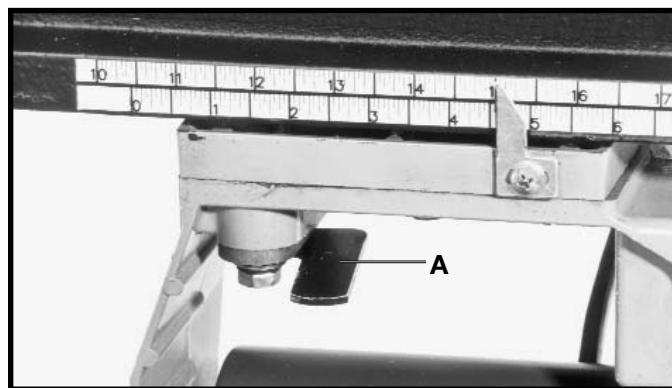

Fig. 71
La palanca del índice del yugo (A) Fig. 71 acciona un tope positivo que coloca al cabezal de corte en la posición de corte transversal o de corte a lo largo. Para girar el cabezal de corte, suelte la agarradera de abrazadera del yugo, empuje la palanca de índice del yugo (A) hacia arriba o abajo, soltando así el tope positivo, y gire el cabezal de corte hacia la posición de corte a lo largo uno exterior o dos interior, o tres de corte transversal, según se desee. Suelte la palanca de índice del yugo (A) Fig. 71, y el cabezal de corte hará índice automáticamente en cada una de las tres posiciones apuntadas arriba.